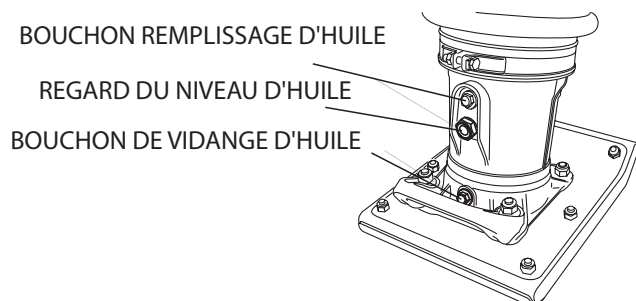

Figure 3. Regard du boîtier du pied
1. Toujours vérifier le niveau d'huile à l'aide de l'indicateur de niveau (Figure 3) à l'arrière du pied du dameur.
2. Si l'huile n'est pas visible, ajouter de l'huile 10W-30 SE, SF ou une huile moteur de qualité supérieure dans le bouchon de remplissage d'huile (Figure 3). Le bain d'huile peut contenir jusqu'à environ 0,37 pte. (0,35 litre)